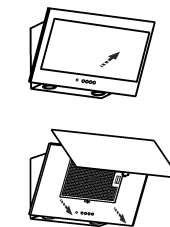

рис. 4
8.3 Для очистки алюминиевого фильтра извлеките его из вытяжки (рис.4). Произведите очистку фильтра с помощью щетки горячим водным раствором нейтрального моющего средства вручную или в посудомоечной машине (при 60°C). Сильно загрязненный фильтр не следует мыть в посудомоечной машине вместе с посудой. Старайтесь не сгибать фильтр при мойке. Возможное изменение цвета фильтра, с течением времени, не приводит к снижению эффективности его действия.
- 6.1.1 Перед установкой вытяжки снимите алюминиевый фильтр (рис. 4).
- потяните за нижний край откидной панели, как показано на рис. 4 и откройте ее;